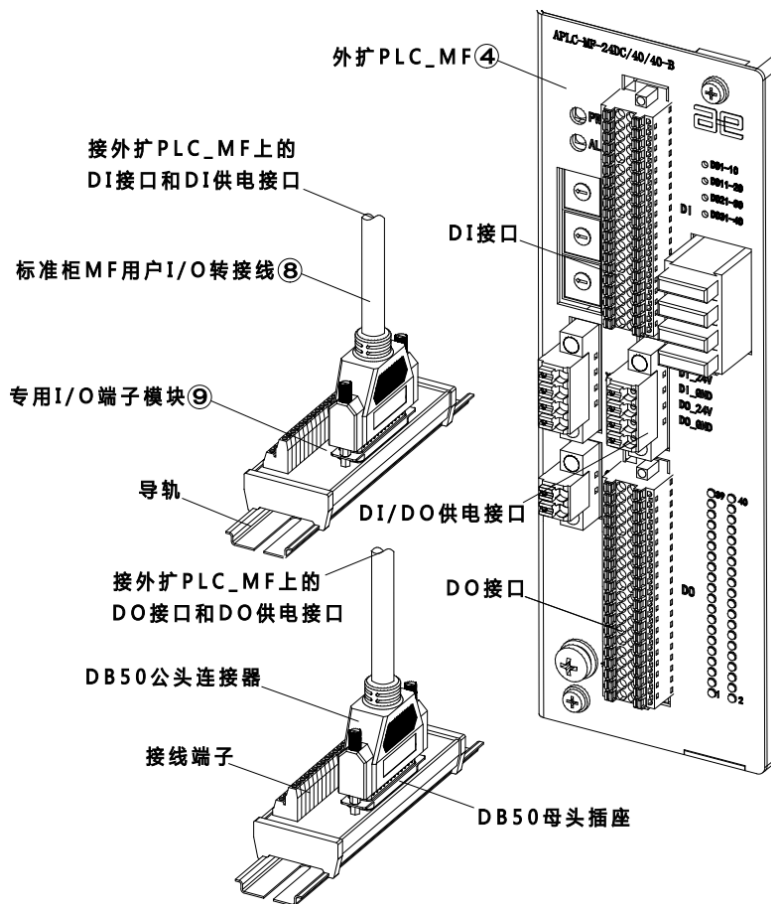

图 20-11 连接用户 I/O 端子示意图
步骤5. 将两根 ⑧ 标准柜 MF 用户 I/O 转接线的一端分别接在 ④ 外扩 PLC\_MF 上的 DI 接口和 DO 接口上，另一端接在 ⑨ 用户 I/O 端子模块上，参考图 20-11。PLC\_MF 波特率设置参考表 19-14。